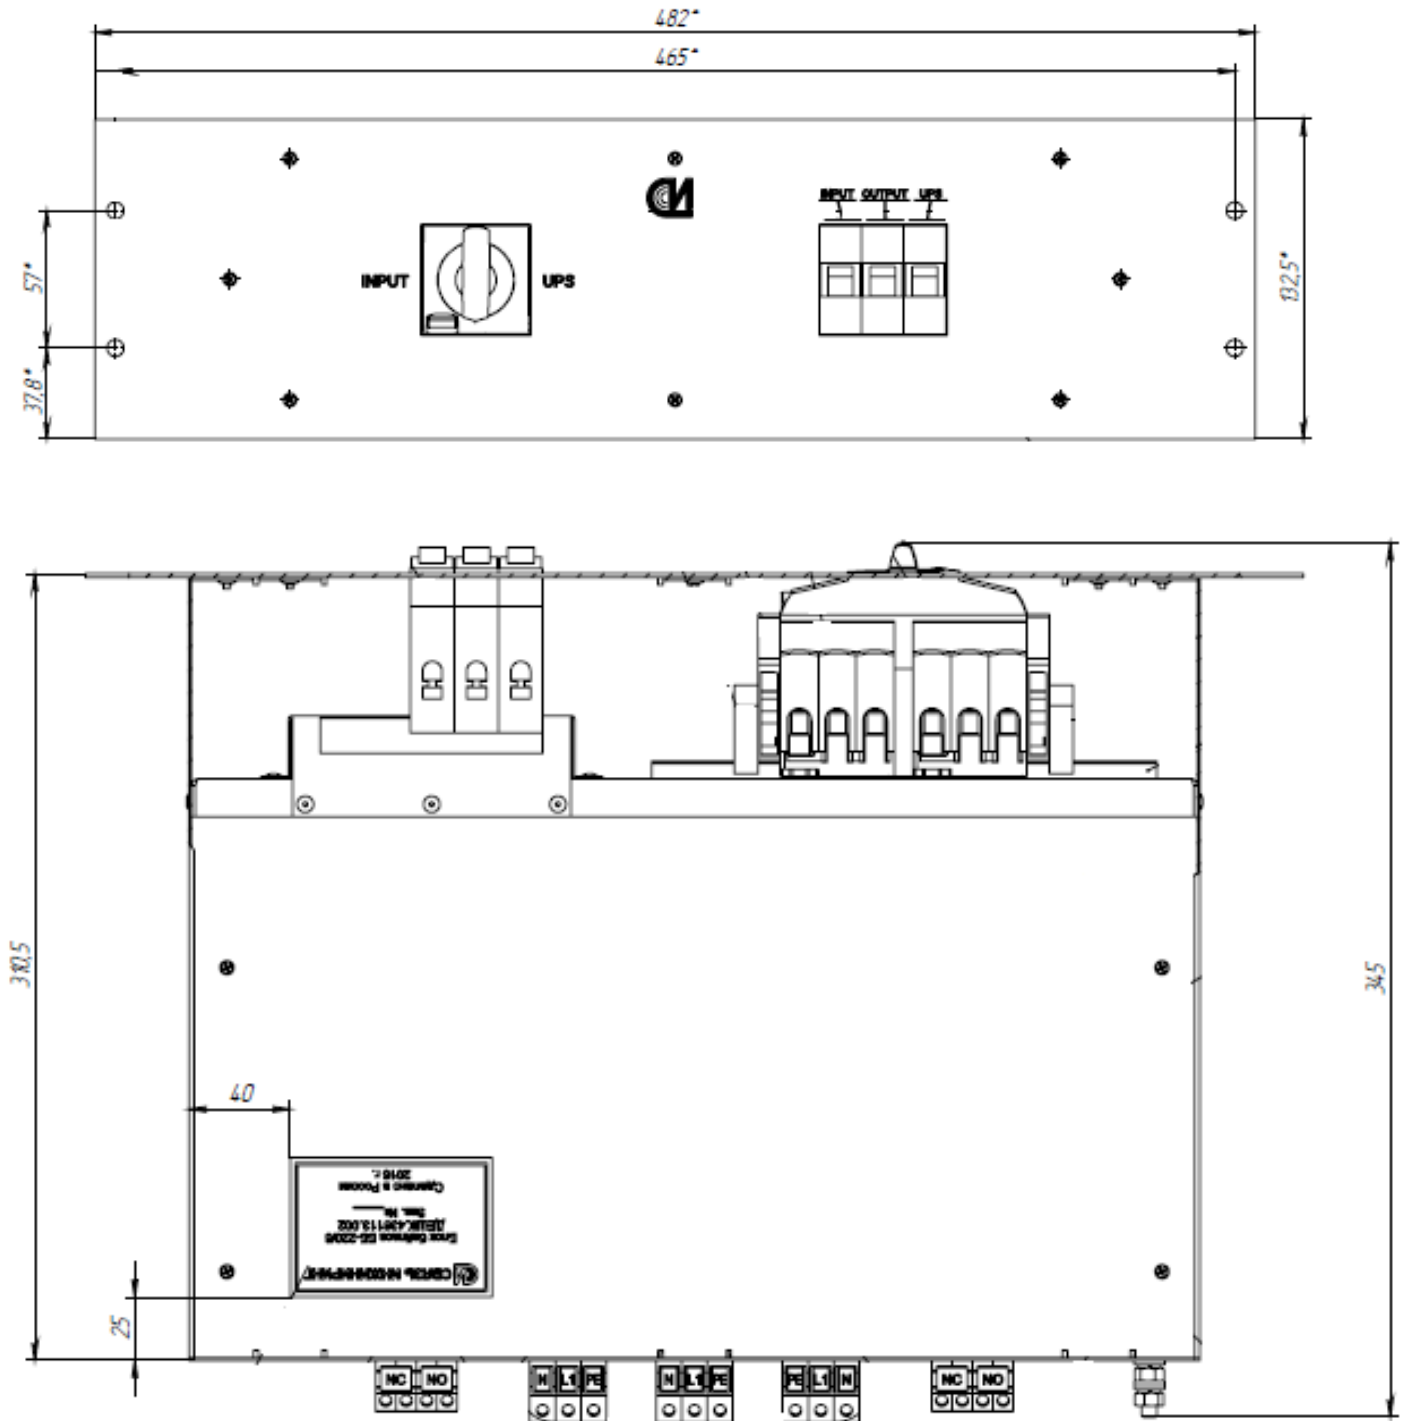

Рис. 1.
2.6 Общий вид и габаритные размеры блока байпаса ББ-220/15 приведен на рис.1.
5.1 Конструктивно блок байпаса ББ-220/15 выполнен в виде съемного блока (крейта) прямоугольной формы с присоединительными и установочными размерами, соответствующими ГОСТ 28601-90. Общий вид и габариты блока байпаса ББ-220/15 приведены на рис.1.